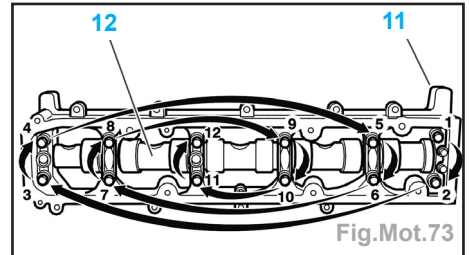

Fig.Mot.73
- le support (6),
- l'ensemble moyeu / pignon (7),
- le couvre-culasse (8) ; dans l'ordre indiqué.
- Desserrer progressivement les vis de fixation en respectant l'ordre (Fig.Mot.73).
- le carter chapeau de palier (11),
- l'arbre à cames (12),